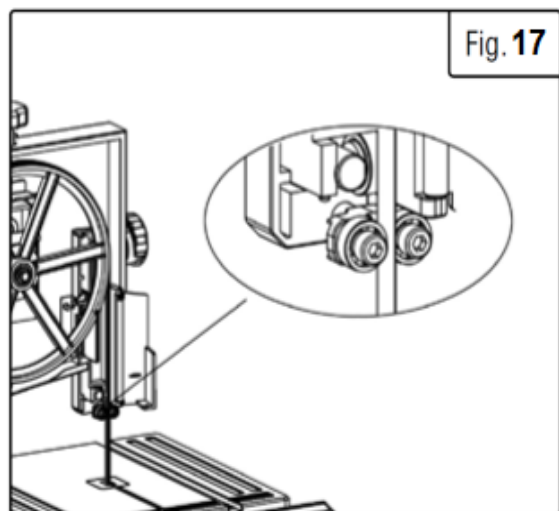

Рис. 17
4. Используйте шестигранный ключ, чтобы ослабить винты с внутренним шестигранником в передней части узла (Рис. 17). Расположите роликовые подшипники слева и справа так, чтобы они были как можно ближе к пильному полотну, не касаясь его. То есть на расстоянии примерно 0,5 мм.